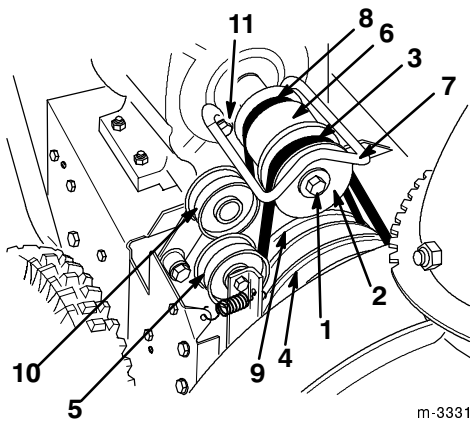

Figure 24
- Retirez les 2 vis, rondelles et rondelles-frein de fixation du guide-courroie (Fig. 24).
- Retirez la vis du vilebrequin moteur avec sa rondelle-frein et sa rondelle (Fig. 24).
- Détachez et déposez la poulie à gorge du moteur (Fig. 24).
- Déposez la poulie moteur centrale (Fig. 24).
10. Retirez la courroie de traction hors de la poulie de traction et du vilebrequin moteur (Fig. 24).
11. Tirez la poulie folle de traction vers l'extérieur et mettez en place la nouvelle courroie de traction (Fig. 24).
13. Tirez la poulie folle vers l'extérieur et passez la courroie d'entraînement de tarière/roue hélice devant la poulie moteur centrale, en veillant la faire passer du côté intérieur de la poulie folle et du guide-courroie (Fig. 24).
5. Retirez les deux vis, rondelles et rondelles-frein de fixation du guide-courroie (Fig. 24).
6. Retirez la vis du vilebrequin moteur avec sa rondelle-frein et sa rondelle (Fig. 24).
7. Détachez et déposez la poulie à gorge du moteur (Fig. 24).
8. Retirez la courroie d'entraînement de tarière/roue hélice de la poulie du moteur et de la grande poulie de tarière/roue hélice (Fig. 24).
9. Tirez la poulie folle vers l'extérieur et passez la courroie neuve autour de la grande poulie de tarière/roue hélice (Fig. 24).
10. Passez la courroie devant la poulie moteur, en veillant à la faire passer du côté intérieur de la poulie folle et du guide-courroie (Fig. 24).